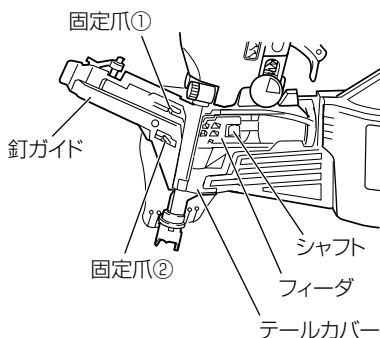

図 32
- 図 32 のように釘ガイドを開いて、付着しているごみやほこりを掃除し、特にフィーダの摺動する溝とシャフト部には付属の油を注油してください。また、固定爪①と固定爪②を指で押し、動作がスムーズであるか確認してください。